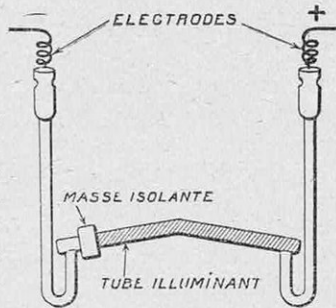

FIG. 7. — LA LAMPE A VAPEUR DE MERCURE UTILISÉE POUR LA STÉRILISATION DE L'EAU
*La lampe de la figure 7 est emprisonnée dans une cuve de verre, au milieu de l'eau à stériliser.*